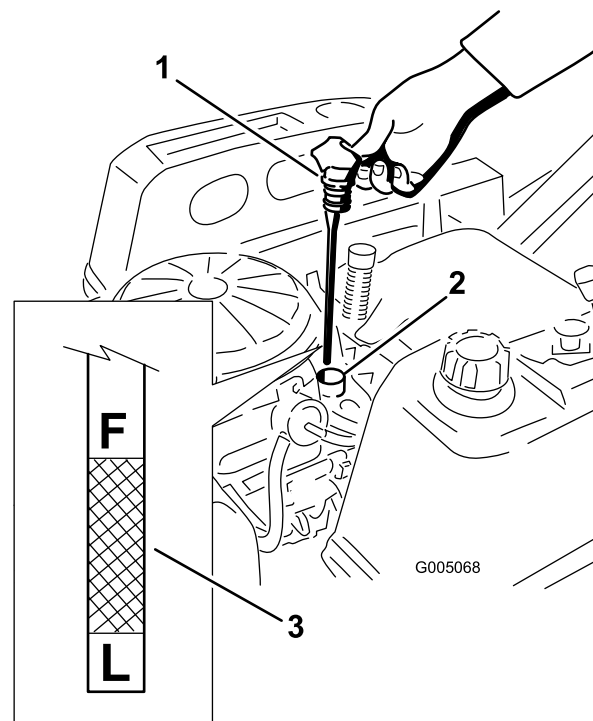
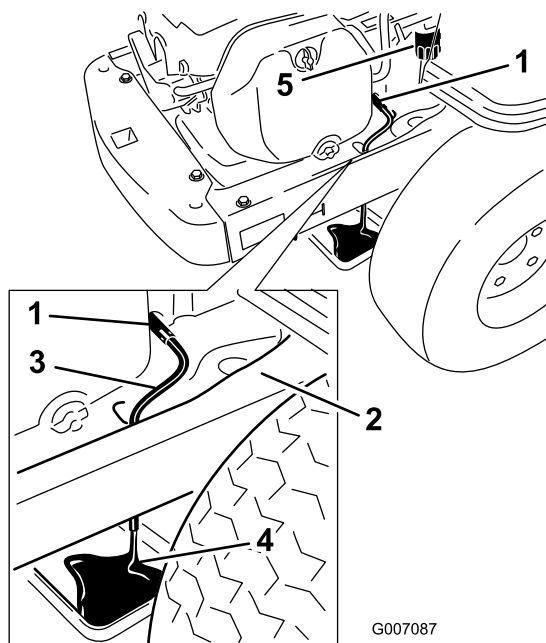

Figura 30
Figura 32
4. Retire el tapón de llenado/varilla de aceite y límpiolo. Vuelva a colocar la varilla y empuje firmemente para asentarla en su lugar (Figura 30).
5. Retire la varilla y compruebe el nivel de aceite. (Figura 30).
7. Coloque un recipiente debajo de la máquina, directamente debajo del orificio de vaciado del bastidor, según se muestra en Figura 32.
8. Gire la válvula de vaciado 1/4 de vuelta en el sentido contrario a las agujas del reloj para abrirla y dejar que el aceite se drene (Figura 32). Retire el tapón de llenado/varilla (Figura 30).
10. Retire el filtro usado y limpie con un paño la superficie de montaje (Figura 32).
11. Cuando el aceite se haya drenado completamente, cierre la válvula de vaciado. Retire el manguito de vaciado y limpie cualquier exceso de aceite que hubiera en el bastidor (Figura 32).
15. Vierta lentamente un 80% aproximadamente de la cantidad especificada de aceite por el tubo de llenado (Figura 30).
16. Coloque firmemente el tapón de llenado/varilla (Figura 30).
17. Compruebe el nivel de aceite (Figura 30); consulte Verificación del nivel de aceite.
19. Coloque firmemente el tapón de llenado/varilla (Figura 30).